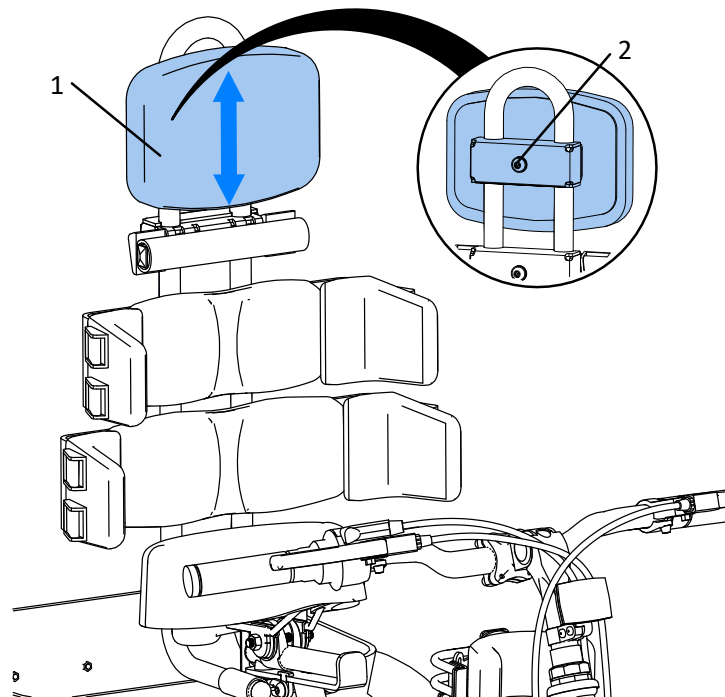

Abb. 25
Die Kopfstütze kann entlang der Rückenstütze Abb. 25 in der Höhe verstellt werden. Lösen Sie dazu die Schraube (2). Wenn die Höhe der Kopfstütze eingestellt ist, ziehen Sie die Schraube (2) fest.